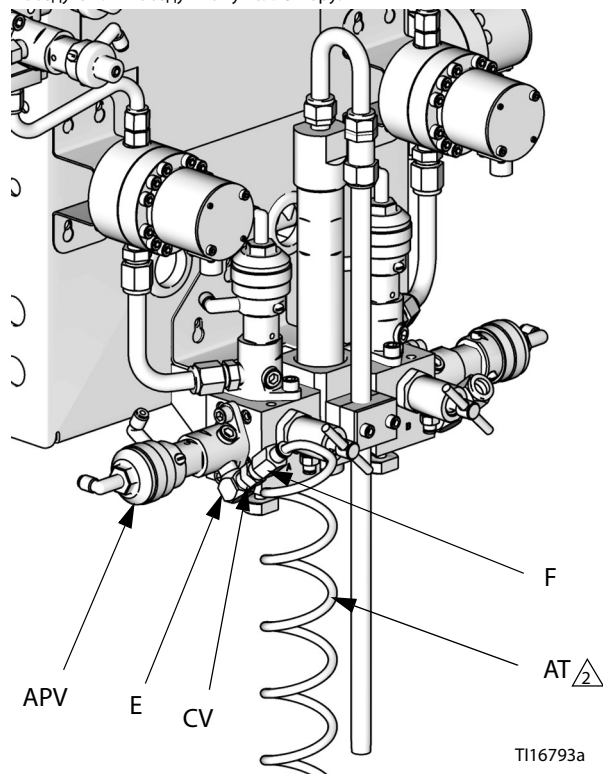

Рис. 9. Запорный клапан и трубопровод воздуха для продувки
- См. Рис. 9. Установите входящие в комплект поставки колено (E), запорный клапан (CV) и трубный фитинг (F) на впуск клапана продувки воздухом (APV). Используйте трубопровод для продувки воздухом (AT, из комплекта поставки) длиной 7,6 м (25 футов), наруж. диам. 6 мм (1/4 дюйма) для подключения источника чистого сухого воздуха к фитингу (F) на впуске клапана продувки воздухом. При необходимости установите фильтры и влагопоглотители.
- Трубопровод для продувки воздухом (AT) должен быть отдельным источником подачи воздуха в запорный клапан (CV). Не подключайте трубопровод для продувки воздухом к главному источнику сжатого воздуха или к воздушному коллектору.